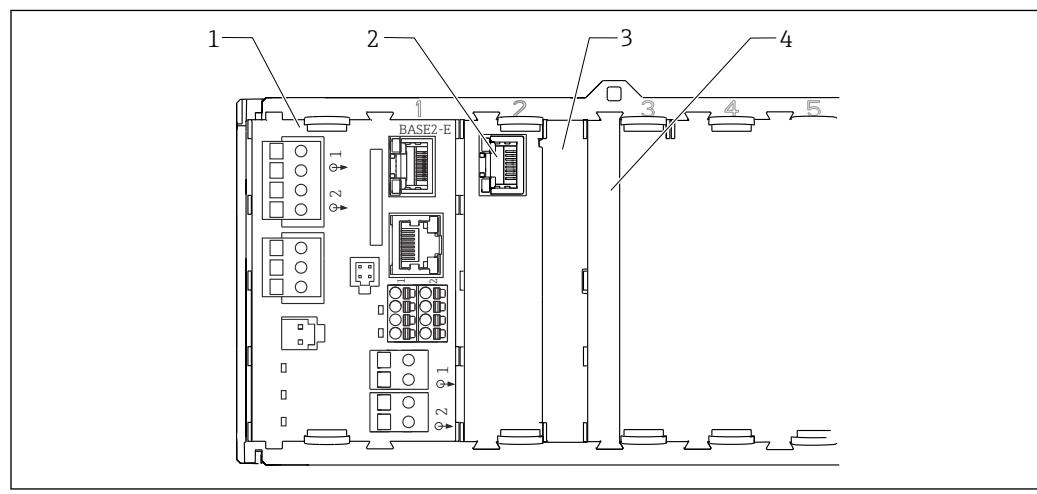

图 32 控制器外壳内的接线腔
- ▶ 插槽未全部使用时，对于**非防爆型**设备：必须在最后一个模块右侧的 → (图 32, 图 32)。这样才能保证设备不受冲击影响。